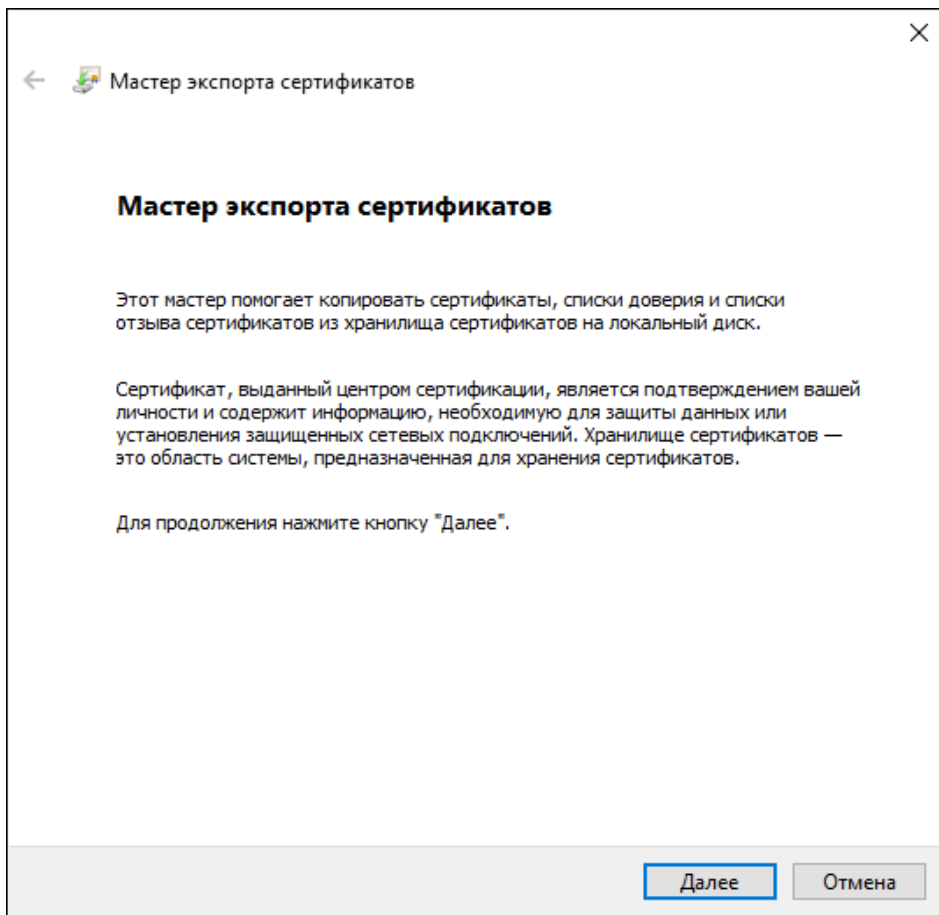

Рисунок 520 - Мастер экспорта сертификатов
4. Откроется **Мастер экспорта сертификатов**. Нажмите **Далее** (Рисунок 520).